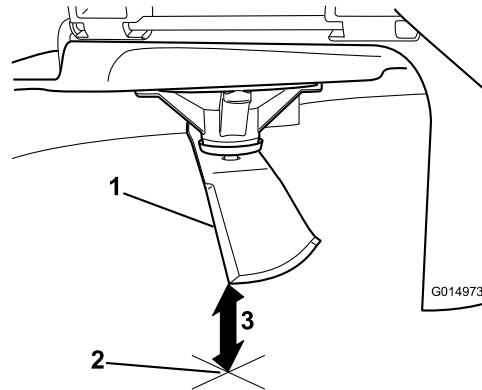

Figure 52
5. Mesurez la distance entre la pointe de la lame et la surface plane (Figure 52).